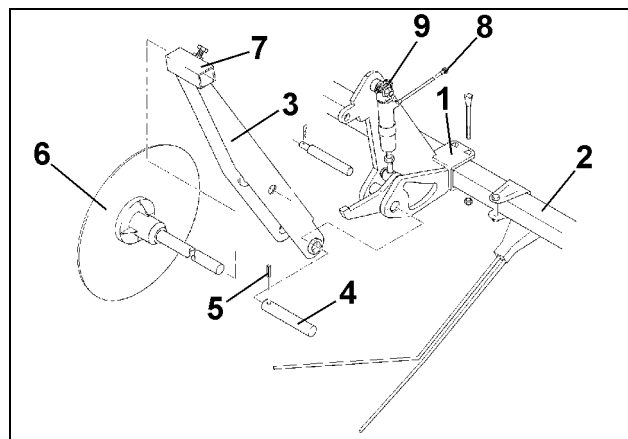

Рис. 114
- Закрепите на выравнителе типа «Ехакт» два несущих крепления (Рис. 114/1)
- Несущий кронштейн диска для нарезки маркерной борозды (Рис. 114/3) закрепите при помощи пальца (Рис. 114/4) и зажимного штифта (Рис. 114/5);
- Установите диски для нарезки маркерной борозды (Рис. 114/6) в несущие кронштейны (Рис. 114/3) и зажмите болтами с шестигранной головкой (Рис. 114/7);
- Гидравлические шланги (Рис. 114/8) подсоедините к обоим гидравлическим цилиндрам (Рис. 114/9) и вместе с гидравлическим цилиндром для заслонки технологической колеи в распределительной головке подсоедините к электро-гидр. клапану;